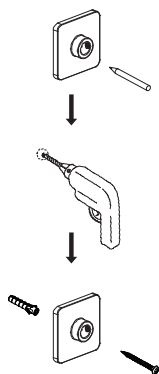

Figura 8
b) Installare il supporto a parete ⑬ nella posizione contrassegnata (Figura 8). Coprire la barra termostatica della doccia per evitare la polvere. Collegare il connettore del tubo ⑤ al supporto a parete e utilizzare la chiave a brugola per fissarlo (Figura 9).